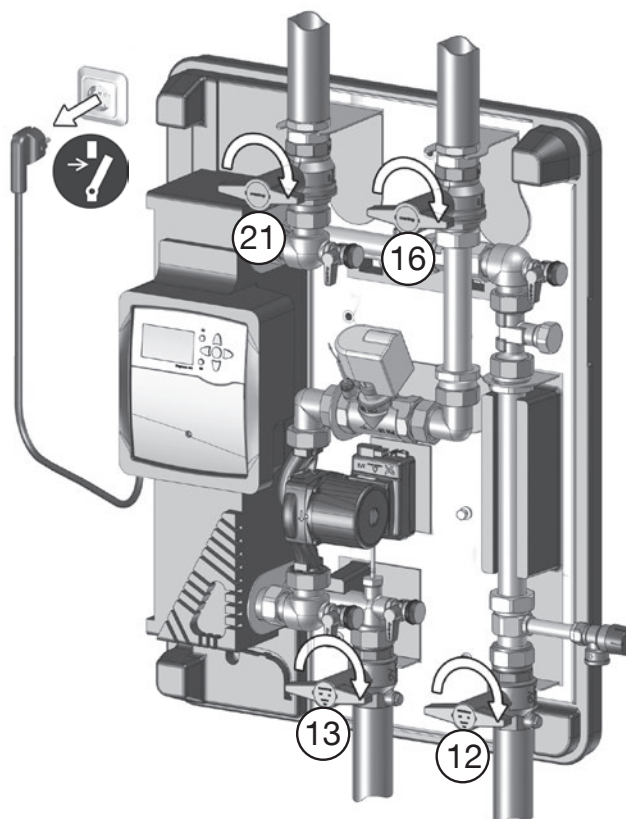

Abb. 5.13: Regler freischalten und alle Absperrkugelhähne schließen
2. **Absperrkugelhähne 12 und 13** (Trinkwasserkreis) **sowie Pos. 16 und 21** (Speicherkreis) **schließen** (Abb. 5.13).